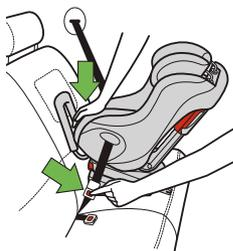

Figura 39
- Si se presiona el centro del asiento de seguridad se reduce la tensión del cinturón del vehículo, lo cual facilita desabrochar el mismo, como se muestra en la **Figura 39**.